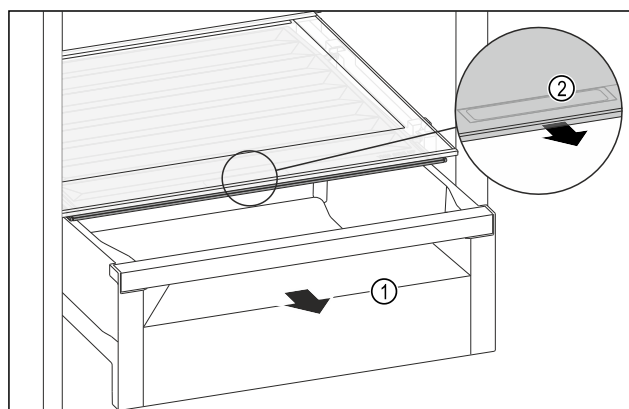

Fig. 200
- Retirer le tiroir *Fig. 200 (1)*.
- Saisir la poignée encastrée *Fig. 200 (2)* du couvercle du compartiment et tirer le couvercle du compartiment par l'avant.